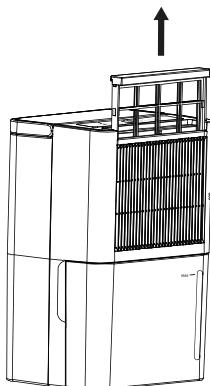

Fig. 6
- ◆ Éteignez l'appareil et débranchez la fiche secteur ⑫ de la prise secteur.
- ◆ Le filtre à air ③ se situe derrière la grille d'admission d'air ②. Saisissez avec les doigts le rebord du filtre à air ③ et tirez-le vers le haut pour le sortir de l'appareil (voir figure 6).